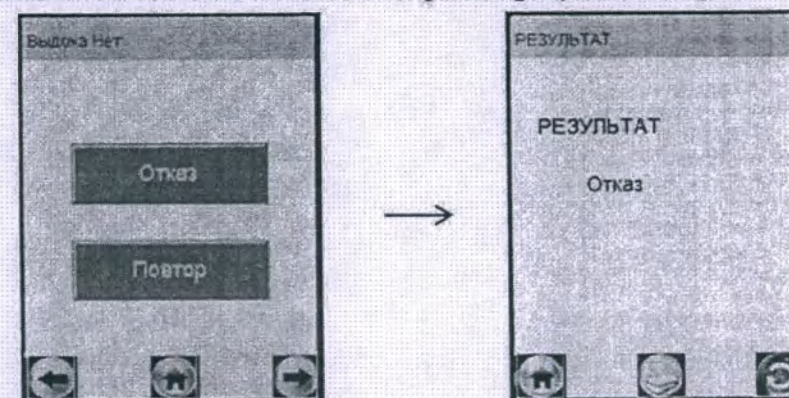

Рисунок 21 – Результат «Отказ от измерений»
2.10.1 Если при выполнении 2.8.12 настоящего РЭ выдох не был сделан своевременно, то окно готовности к отбору пробы «**Дуйте**» сменится окном «**Выдоха нет**» (рисунок 21, слева).
2.10.2 В случае отказа обследуемого от проведения измерений (обследуемый отказывается делать выдох) в анализаторе предусмотрена возможность прервать процедуру измерений, зафиксировав при этом факт отказа от измерений (если в этом имеется необходимость). Для этого нажмите на виртуальную кнопку «**Отказ**» – на экране появится сообщение об отказе от измерений (рисунок 21, справа).